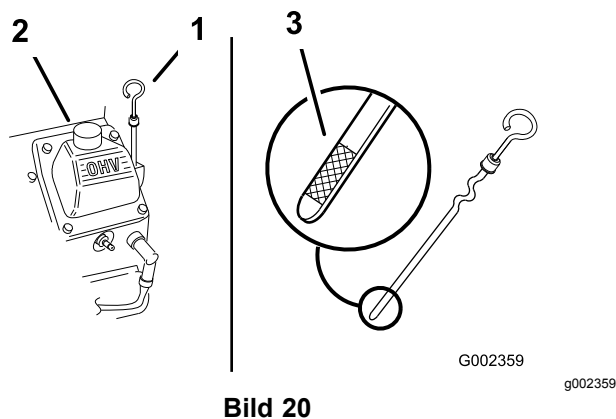

Bild 20
3. Reinigen Sie den Bereich um den Ölpeilstab (Bild 20), damit kein Schmutz in den Einfüllstutzen gelangen und den Motor beschädigen kann.
4. Schrauben Sie den Ölpeilstab heraus und wischen Sie das Metallende ab (Bild 20).
5. Schieben Sie den Ölpeilstab vollständig in das Einfüllrohr (nicht in das Rohr einschrauben) (Bild 20).
6. Gießen Sie ca. 80 % der angegebenen Ölmenge langsam in den Einfüllstutzen (Bild 20).